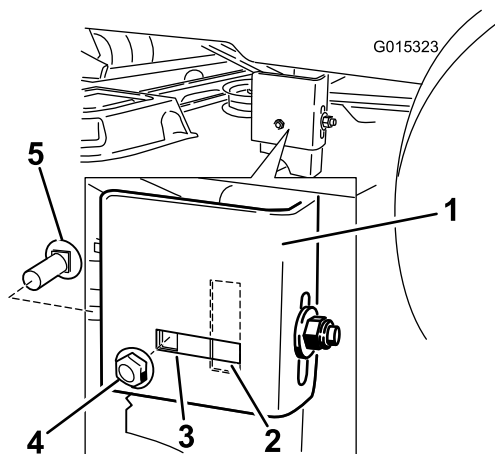

Figura 50
Nota: Compruebe si el perno de cuello cuadrado lateral está en la posición fija o ranurada (Figura 50).
8. Si el perno de cuello cuadrado lateral está en la posición fija, retire el perno de cuello cuadrado lateral y la tuerca de bloqueo lateral de la posición fija, e instálelos en la posición de ajuste ranurada (Figura 50).